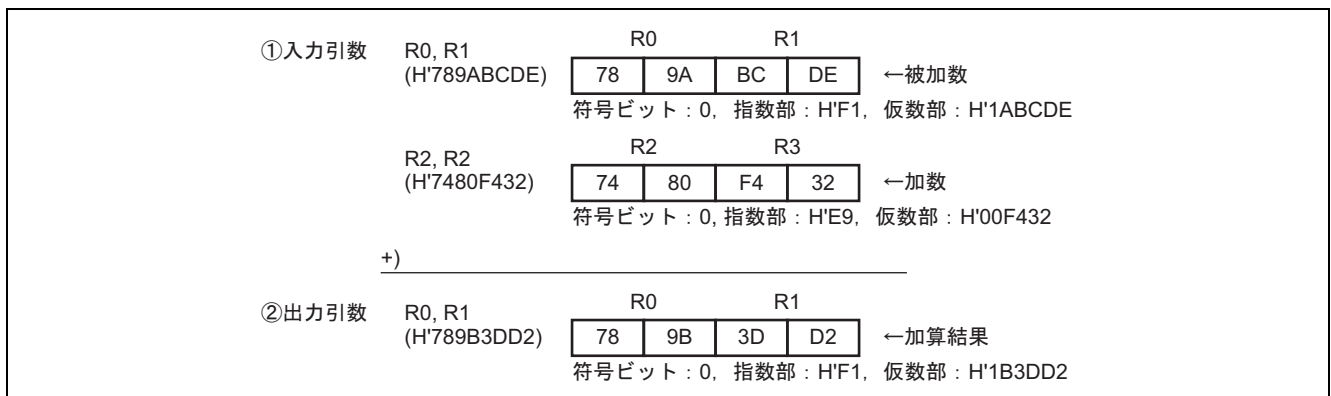

図 1 ソフトウェア FADD の実行例
プログラミング仕様のステート数は、図 1 の例を実行した場合の値です。
(2) 図 1 にソフトウェア FADD の実行例を示します。
入力引数を図 1 のように設定すると、図 1 に示すように、加算結果が R0, R1 に設定されます。